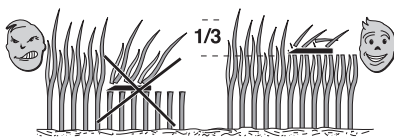

Рис. 23
- Если трава очень высокая, скашивание лучше осуществить в два приема с интервалом в один день; при первой стрижке режущие приспособления должны быть на максимальной высоте и желательно уменьшить ширину полосы скашиваемой травы, а при второй – режущие приспособления следует установить на желаемый уровень (Рис. 23).